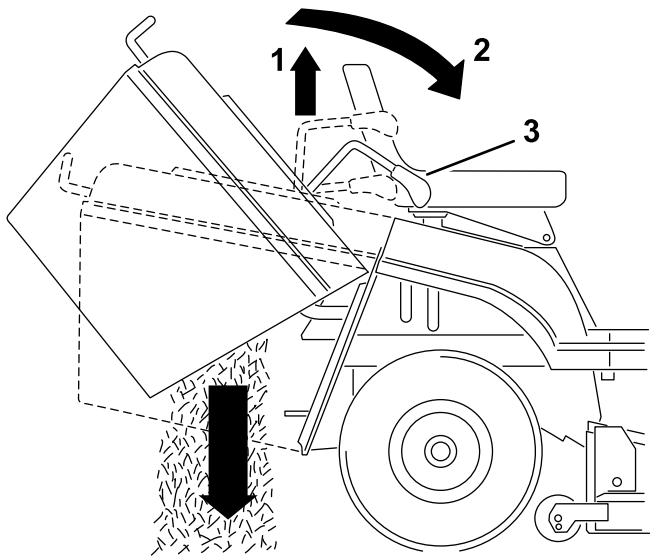

Bild 18
2. Ziehen Sie den teleskopischen Kipparm heraus und schieben Sie ihn nach vorne und unten, um das Heckfangsystem zu entleeren (Bild 18).